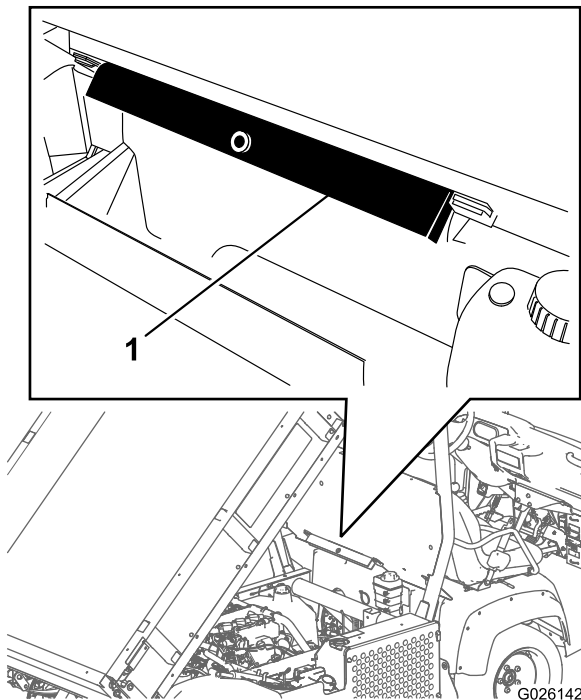

Figura 30
2. Retire o suporte da plataforma dos suportes existentes na parte de trás do painel do sistema ROPS (Figura 30).